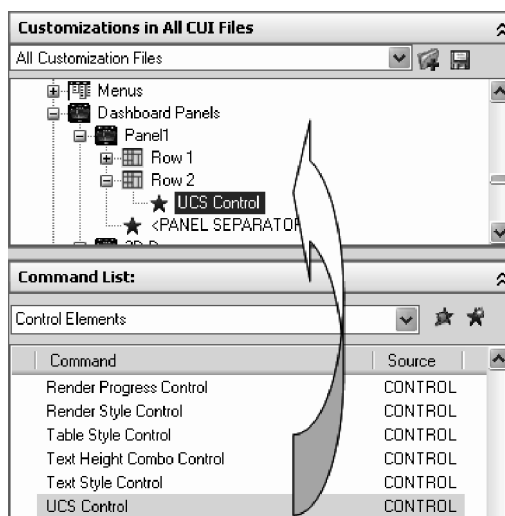

Fig. 5.62 Adăugarea unui control
10. În mod asemănător comenzilor, se pot adăuga controale pe suprafața noului panou, trăgându-le din secțiunea **Command List** din Fig. 5.62.